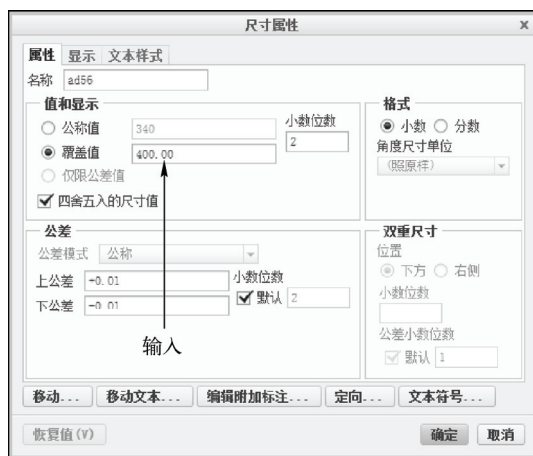

图 14-90 “尺寸属性”对话框
STEP 02 在绘图区中选择尺寸数值为“340”的尺寸, 双击鼠标左键, 弹出“尺寸属性”对话框。在“值和显示”选项区中, 选中“覆盖值”单选按钮, 然后在“覆盖值”文本框中输入“400”, 如图 14-90 所示。